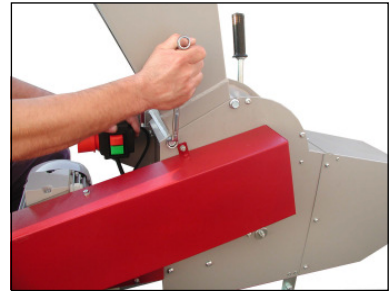

Bild 18
- nehmen Sie den oberen Trichter durch Lösen (nicht herausdrehen) der 4 Befestigungsschrauben (SW 15) ab (siehe „Bild 18“), beachten Sie, dass die Gewindestange für den Sicherheitsschalter vorher nach oben herausgedreht werden muss